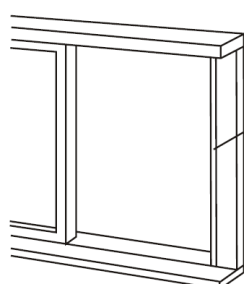

fig. 13
2. Placez l'adaptateur sur le dormant. Alignez la longueur de l'adaptateur sur la hauteur de la fenêtre, réduisez sa longueur si la hauteur de la fenêtre est inférieures à 67,5 cm. Ouvrez le battant et positionnez l'adaptateur de fenêtre sur le dormant selon fig. 13.